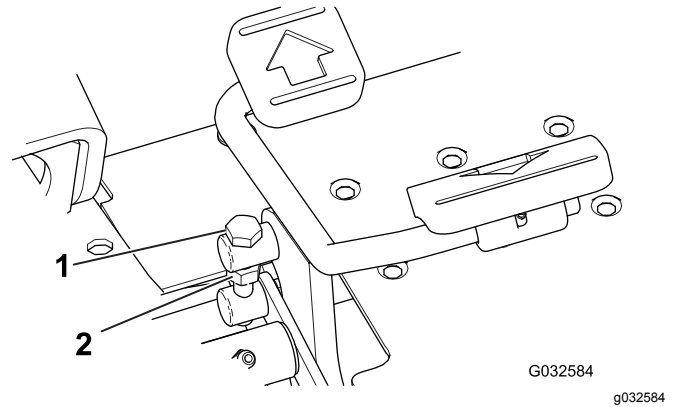

Figura 44
1. Afloje la contratuerca del perno de tope, situado en el lateral del pedal de tracción (Figura 44).